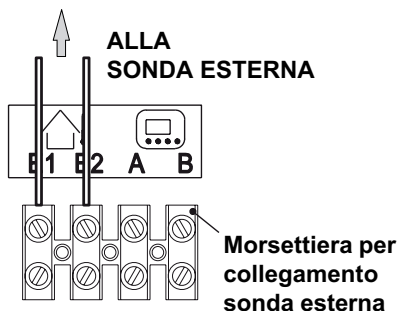

Figura 5.29
- Collegare ai morsetti **E1** e **E2** della morsetteria i due conduttori elettrici come indicato in Figura 5.29.